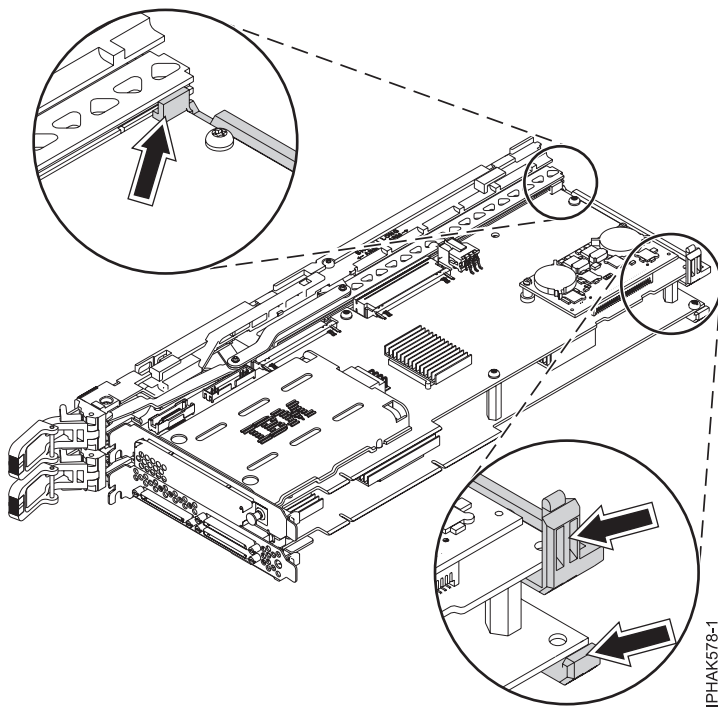

Figure 75. Dégagement des bras arrière du bloc-cassette
- b. Dégagez les bras arrière du bloc-cassette des coins inférieurs de la carte double largeur. Voir figure 75, à la page 90.